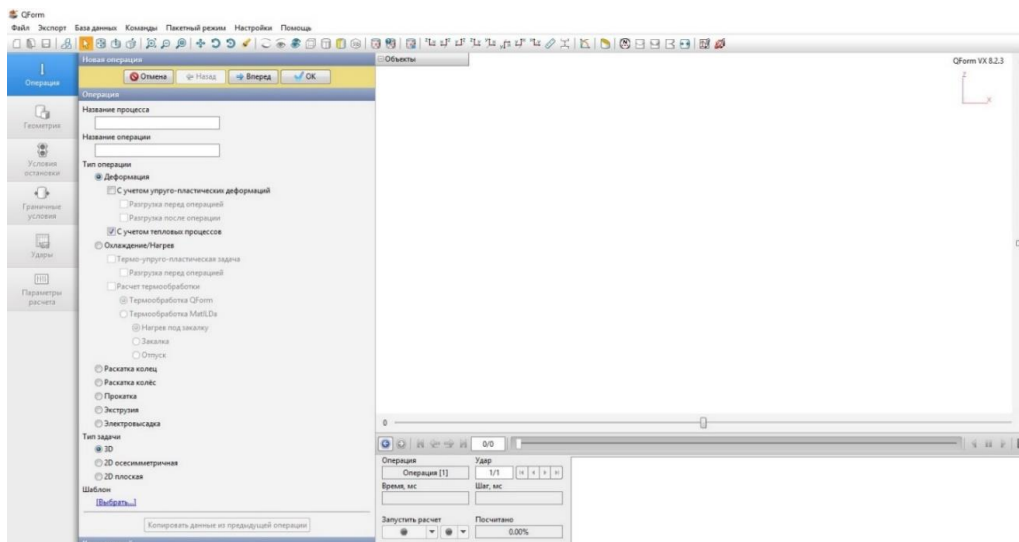

Рисунок 4.1 – Головне вікно програми QForm
1. Запускаємо програму QForm версії VX та в основному вікні програми натискаємо «Создать новый процесс» (рис. 4.1). Далі переміщуємося крок за кроком по вертикальному меню.